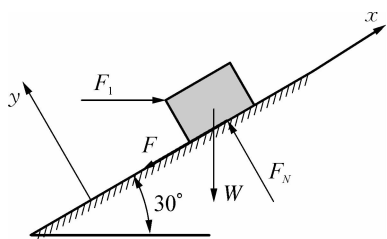

图 1-1-31
**【例 1-8】** 物块重  $W = 1500 \text{ N}$ , 放于倾角为  $30^\circ$  的斜面上, 它与斜面间的静摩擦因数为  $\mu_s = 0.2$ , 动摩擦因数  $\mu = 0.18$ 。物块受水平力  $F_1 = 400 \text{ N}$  作用, 如图 1-1-31 所示。问物块是否静止, 并求此时摩擦力的大小与方向。
取物块为研究对象, 设摩擦力沿斜面向下, 受力如图 1-1-31 所示。由平衡方程